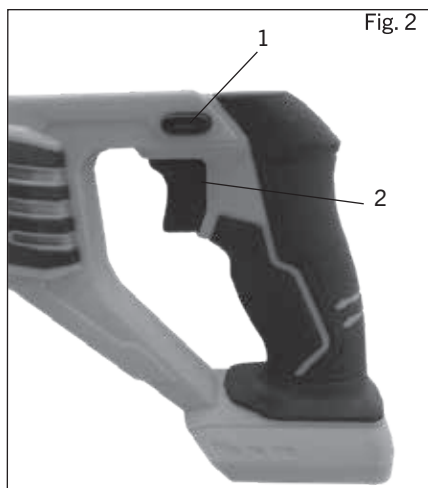

Fig. 2
1. L'interrupteur de verrouillage (1) est un dispositif de sécurité conçu pour réduire la possibilité qu'un utilisateur démarre accidentellement la scie. (Figure 2)
2. Il faut appuyer sur cet interrupteur avant de pouvoir appuyer sur l'interrupteur à gâchette (2).
1. Pour mettre la scie en marche, appuyez sur l'interrupteur de verrouillage avec votre pouce. (Figure 2)